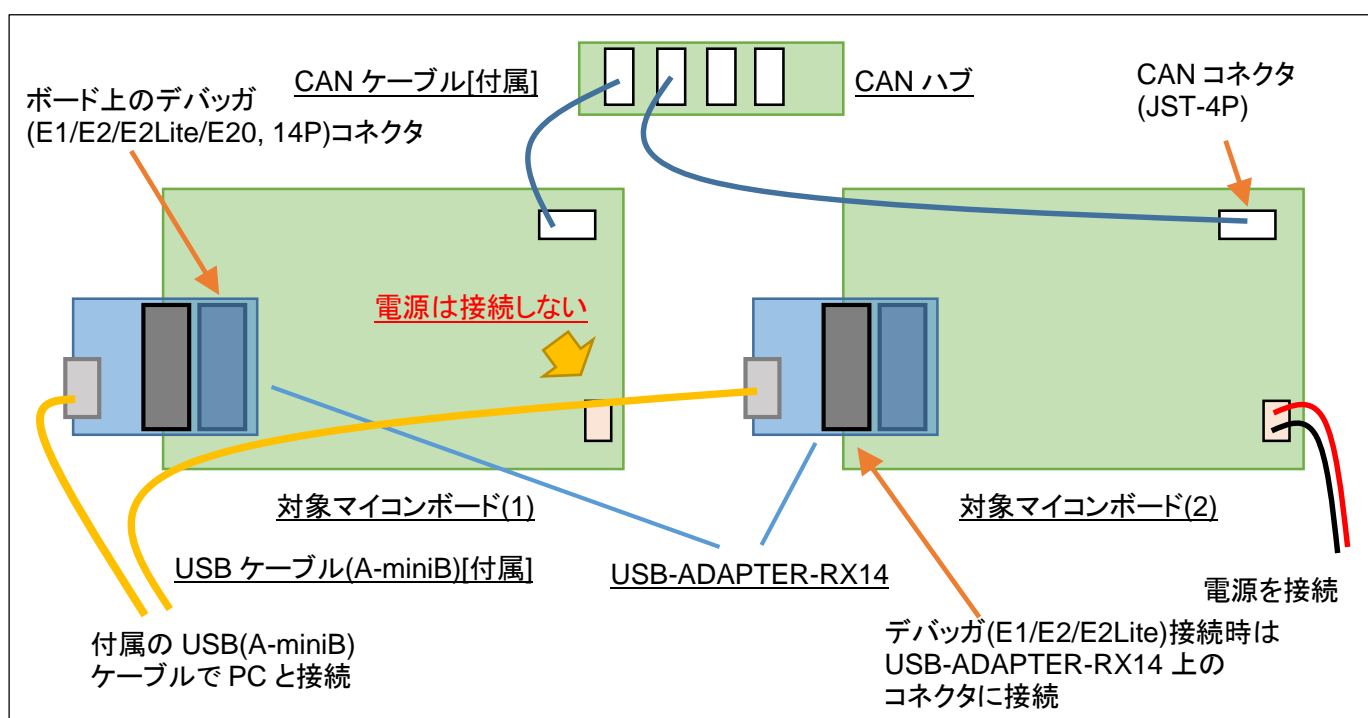

図 3-1 キット接続形態(1)
CAN スタータキット RX/RA を動作させる場合の接続形態のイメージを図 3-1 に示します。2 台のマイコンボードは、表 1-1 に記載のあるボードの中から (3 台以上でも可、組み合わせは自由) 選んで接続してください。
- ・SmartRX!!!マイコンボード上には、USB シリアル変換回路が搭載されているので、直接 PC と接続するというのが、図 3-1 との相違点となります。